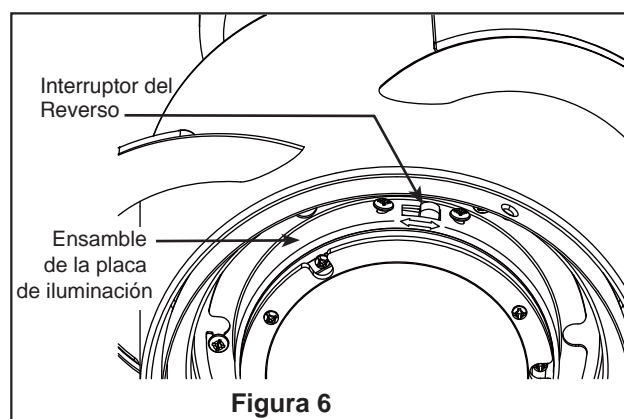

Figura 6
Extraiga los tres tornillos de la placa de iluminación y guárdelos para el Paso 8. (Figura 6)
6. Si quiere que el flujo del aire vaya en la dirección opuesta, apague el ventilador y espere a que las palas dejen de moverse. Extraiga la pantalla de iluminación o la tapa de acero, deslice el interruptor de reverso ubicado en la placa de iluminación a la posición opuesta y encienda de nuevo el ventilador. Instale la pantalla de iluminación o la tapa de acero en la carcasa del interruptor girándola en el sentido de las agujas del reloj. (Figura 6)